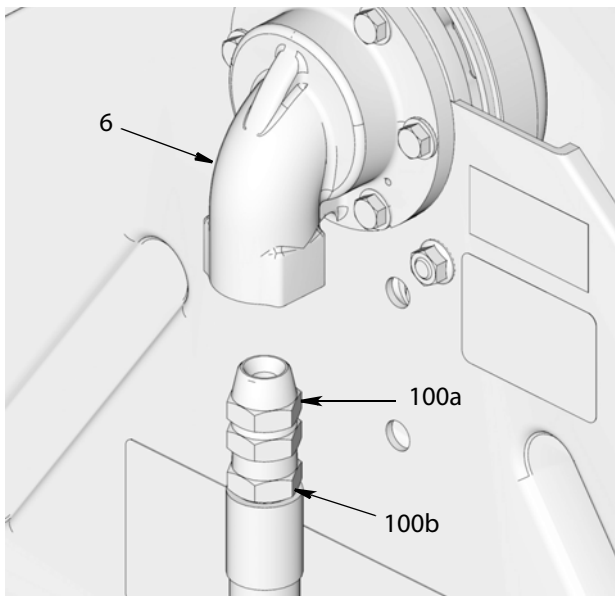

FIG. 4
2. Прикрепите переходник штуцера ко впускному отверстию (6) (FIG. 4).
3. Нанесите трубный резьбовой герметик или обмотайте резьбу (6) впускного шланга (100b) лентой из ПТФЭ (FIG. 4) (в случае необходимости).
4. Прикрепите переходник штуцера (100a) ко впускному шлангу (100b) (FIG. 4). Для затяжки соединения используйте гаечный ключ.